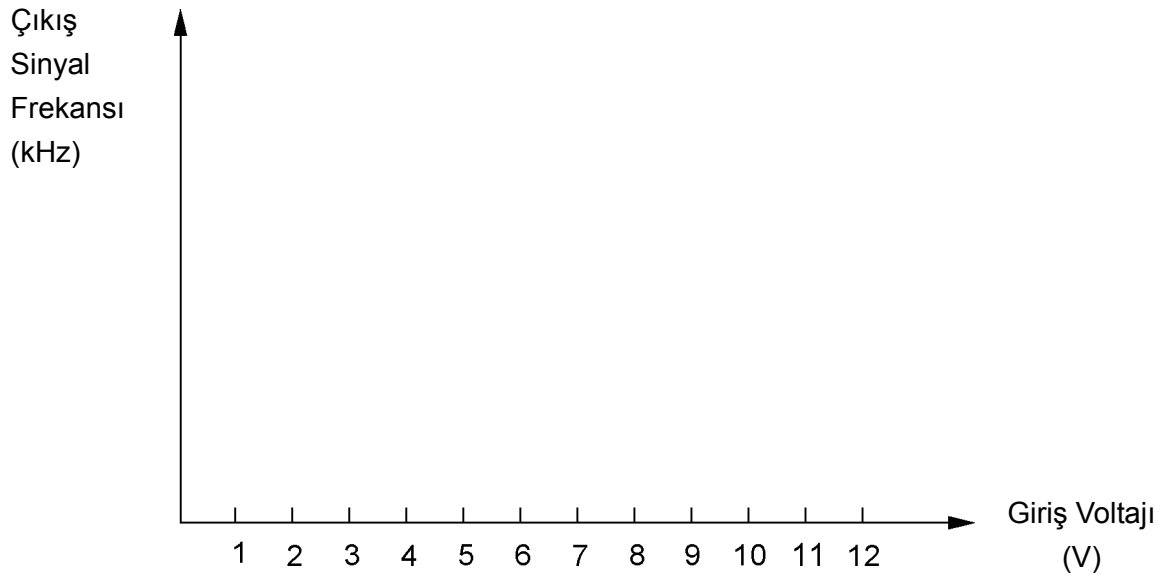

Fig. 15-17 Çıkış frekansı – giriş gerilimi karakteristiği.
- (4) Pozisyon 7(VR2 bağlı) üzerine bir jumper bağlayın. (2) ve (3) adımlarını tekrar edin. Tablo 15-3'e sonuçları kaydedin. Fig. 15-17 üzerine karakteristiği çizin.